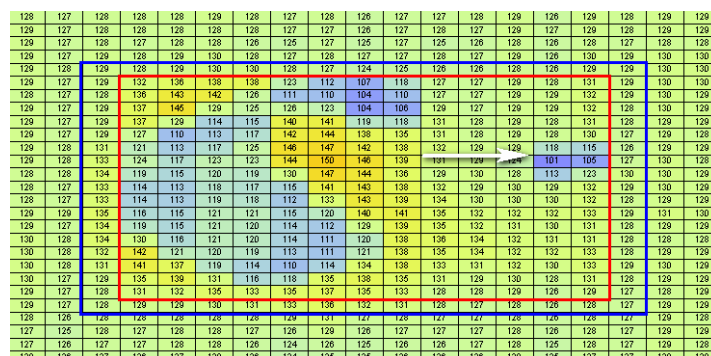

Figure 5-55: 擴張群聚掌壓抑制受影響區域範例示意圖
2.下圖 Figure 5-55 示意。擴張一個 channel 確保合併後防止邊緣能量跳動異常產生誤報點情形。